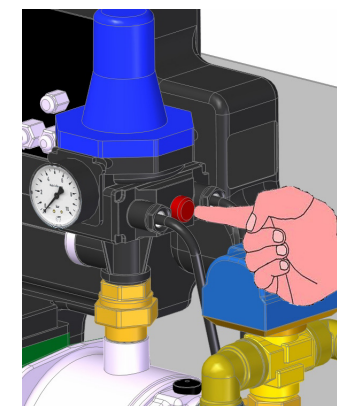

Bild 3
• Roter Taster Durchflusswächter (Bild 3)